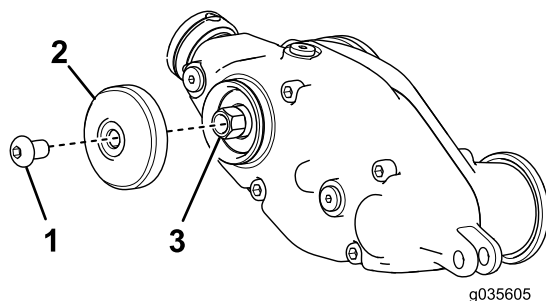

Figure 13
7. **Groomer universel seulement (sans kit brosse de rouleau arrière)** : fixez le couvercle arrière à l'aide d'une vis à tête ronde hexagonale creuse (5/16" x 1/2"), comme montré à la Figure 13.